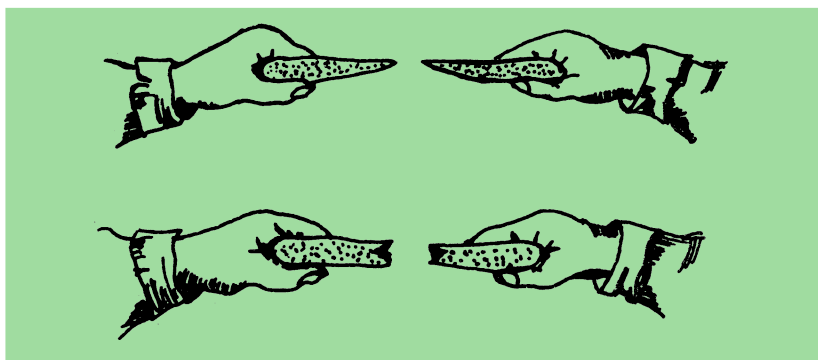

Рис. 79. Определение качества замазки.
- иметь достаточную пластичность. Валик, скатанный из замазки, должен хорошо растягиваться, делаясь в середине все тоньше и тоньше, вплоть до разрыва в самом тонком месте; валик из плохой замазки обычно рвется, не растягиваясь (рис. 79);